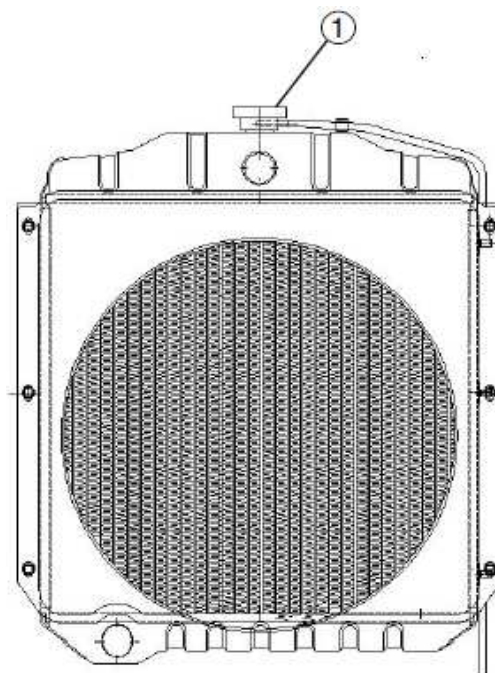

Fig. 5-34
Feche os bujões de drenagem e encha o sistema com líquido de arrefecimento até o nível atingir 2025 mm abaixo do bordo do bujão de enchimento (1) (Fig. 5-34) do radiador (2).